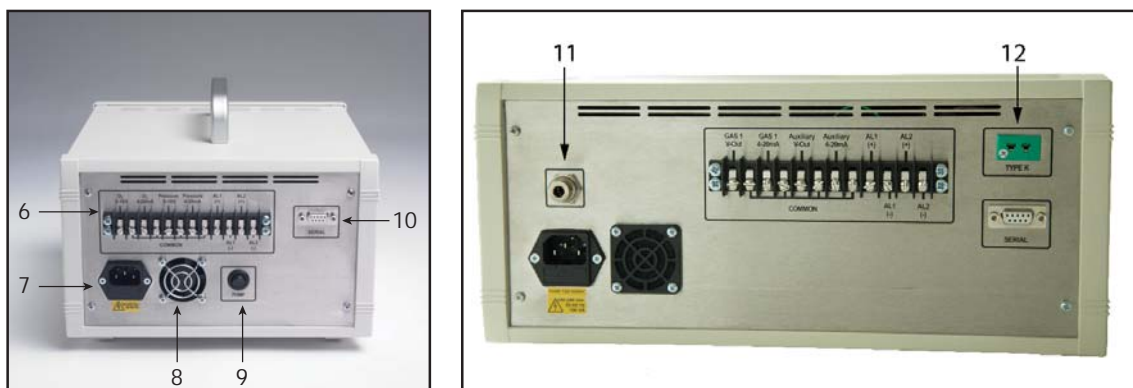

Abb. 2 XGA301-Rückwand (A1 & A3)
Stellen Sie sicher, dass der XGA301 Analysator weit entfernt von starken Wärmequellen und schmutziger Umgebung aufgestellt ist. Schließen Sie das Gerät mit dem gelieferten Netzkabel an eine passende Stromversorgung über die Netzbuchse auf der Rückwand (Abb. 2 (7)) an. Achten Sie darauf, dass der Luftstrom des Lüfters (Abb. 2 (8)) während des Betriebs nicht behindert wird.
Bei Geräten, die mit einer internen Pumpe geliefert wurden, befindet sich der Einschaltknopf (Pump ON/OFF) auf der Rückseite des Analysators. Siehe Bild 2 (9)).
Die Einstellung der Durchflussrate der Pumpe kann im Menüpunkt 'Set Pump Flow' vorgenommen werden. Werksseitig ist der Durchfluss auf 100% gesetzt, was einer Durchflussrate von ca. 1.2l/min entspricht. Um die Durchflussrate zu ändern im Menüpunkt 'Set Pump Flow' wählen und mit **ENT** bestätigen. Dann die Tasten **UP** oder **DOWN** benutzen um die Werte von **OFF** bis zu 100% zu programmieren. Die Einstellung erfolgt in 10% Schritten. Um die Pumpe auszuschalten, den Schalter 'Pump ON/OFF' auf der Rückseite des Gerätes bestätigen. Siehe Bild 2 (9). Die Pumpe kann ausgeschaltet werden wenn das zu messende Gas aus einer Quelle, die im Überdruck steht geliefert wird.